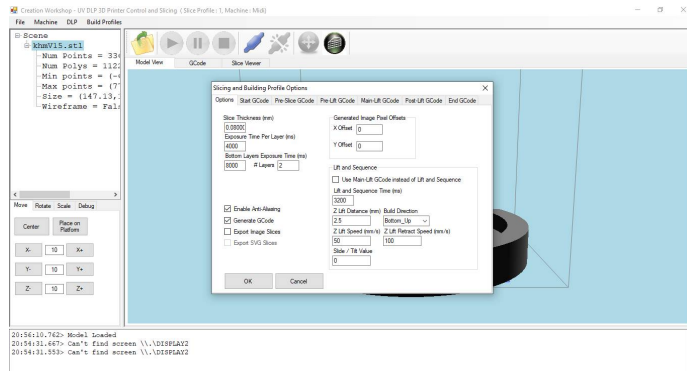

Рис. 19. Окно настройки параметров печати
2. Настройка параметров печати (рис. 19)